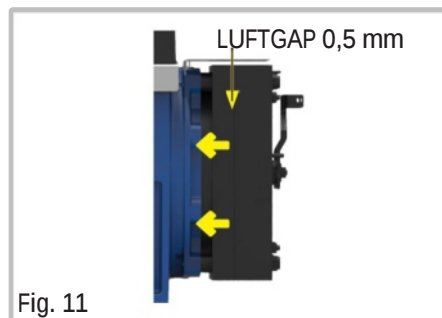

Fig. 11
- Ej strömförsörjd (elektromagnet ej strömförsörjd): bromsskivan kläms fast av de rörliga ytorna (gula pilar på fig. 11). I detta läge rör sig inte systemet.